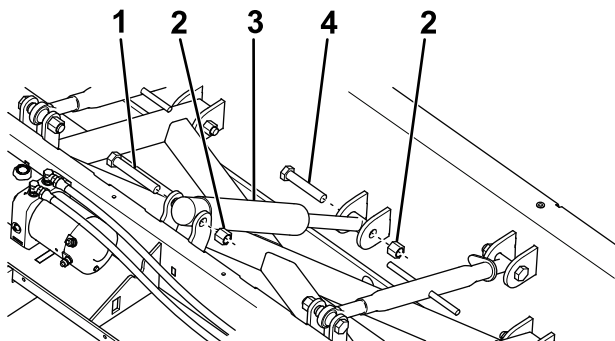

Bild 7
1. Befestigen Sie den Hubzylinder mit einer Schraube ($\frac{3}{4}$ " x 4") und einer Sicherungsmutter lose an der mittleren Halterung am mittleren Schneeschild, wie in Bild 7 dargestellt.
2. Befestigen Sie das andere Ende des Hubzylinders mit einer Schraube ($\frac{3}{4}$ " x 4") und einer Sicherungsmutter lose an der mittleren Halterung der Kupplungseinheit (Bild 7).